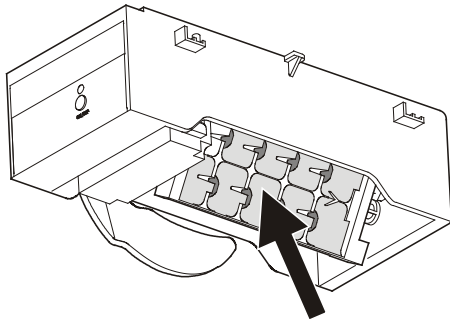

Figure 24
- Après cela, vider le bac à glaçons (**Figure 24**). Se référer au chapitre « Fabrique à glaçons en mode Vacances ».
En cas de vacances prolongées, le bac à glaçons (flèche sur la **Figure 24**) doit être vidé.
En réglant la fabrique à glaçons en mode Vacances, le bac pivote vers le bas et vide ainsi l'eau du bac (**Figure 24**).
Quand la température intérieure apparaît à l'écran, le bac est retourné (**Figure 24**) et la fabrique à glaçons s'éteint automatiquement.